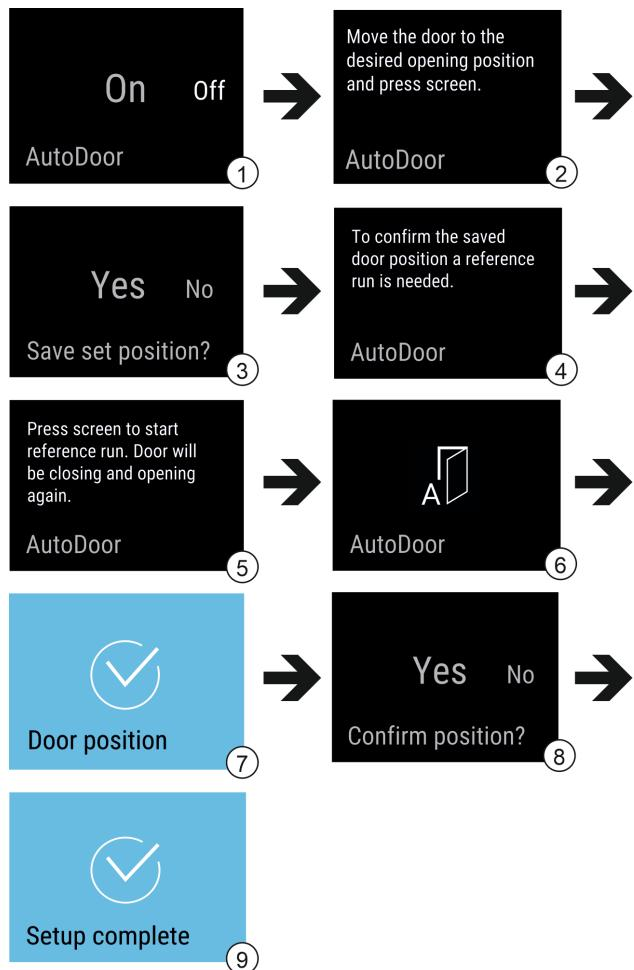

Fig. 13 Prikaz primera v angleškem jeziku
- Aktivirajte AutoDoor: Prikaz na zaslonu podrsajte na On. Fig. 13 (1)
- Zaslon pritisnite za 3 sekunde. Fig. 13 (1)
- Konfiguracija kota odpiranja vrat: Vrata odprite za vsaj 70°. Fig. 13 (2)
- Potrdite kot odpiranja vrat: Pritisnite na sporočilo na zaslonu. Fig. 13 (3)
- Zaženite referenčno vožnjo: Pritisnite na zaslon. Fig. 13 (5)
- Zaslon utripa. Fig. 13 (6)
- Referenčna vožnja je uspešna: Zaslon je za 2 sekundi moder. Fig. 13 (7)
- Potrdite kot odpiranja vrat. Fig. 13 (8)
- Zaslon postane moder. Fig. 13 (9)